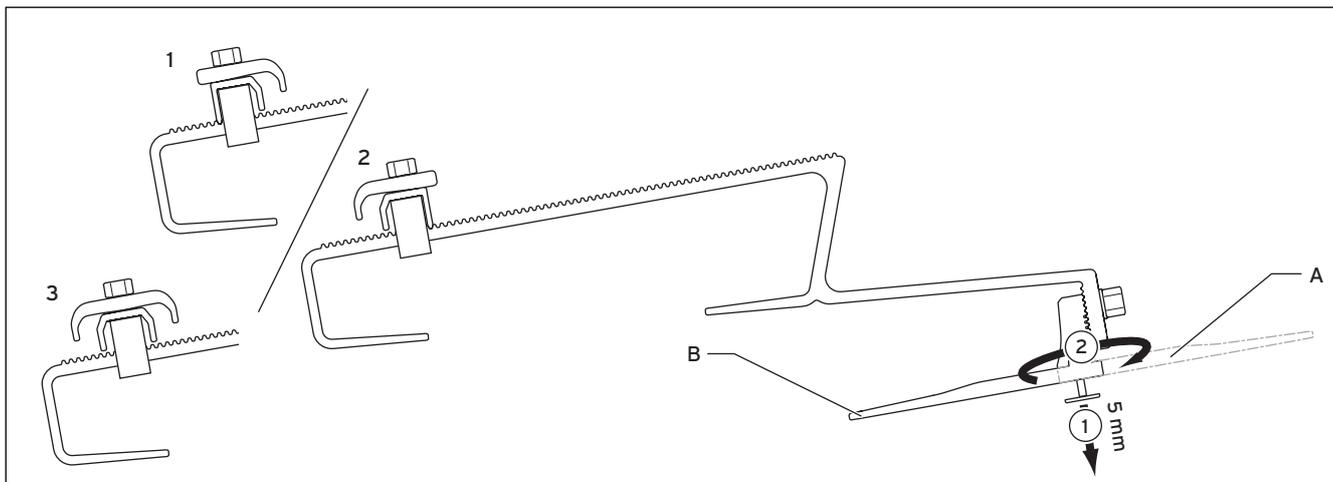

Fig. 6.3 Ancoraggio da tetto di tipo P
2. Posizionare l'ancoraggio da tetto. Assicurarsi che la posizione degli ancoraggi da tetto superiore e inferiore sia corretta (vedere fig. 6.3).
4. Posizionare il dado centrale in modo che, dopo il fissaggio della sezione superiore dell'ancoraggio, la zona di appoggio anteriore poggi sul manto di copertura del tetto. Assicurarsi che la posizione degli ancoraggi da tetto superiore e inferiore sia corretta (vedere fig. 6.3).